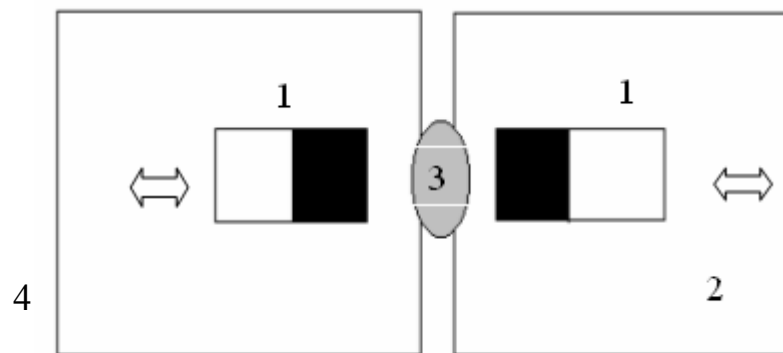

Рис.7.2. Схема расположения магнитных компенсаторов на поверхности стальной трубы (вид сверху)
7.10. Для данной конструкции магнитных компенсаторов размагничивающего комплекта РК – 02 ширина зоны размагничивания металла составляет около **100 - 120 мм** (Рис.7.2).